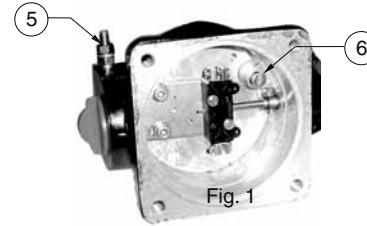

Fig. 1
Pozostawić wystarczająco dużo luzu pomiędzy wlotem kabla a stykami, aby uniknąć nadmiernego napięcia przewodów. Złożyć dławik kablowy i zacisnąć elastomerową uszczelkę dociskową, aby dokładnie dopasowała się wokół kabla. Zamontować ponownie pokrywę (2) i jej uszczelkę (4), dokręcając 4 śruby (3) z odpowiednim momentem obrotowym [4 Nm]. Przełącznik jest wyposażony w zacisk wewnętrzny i zewnętrzny do podłączenia przewodu uziemienia (5) i (6) (rys. 1). Dławik kablowy z atestem **ATEX-IECEx** i zaciskiem może być dostarczony w przypadku: